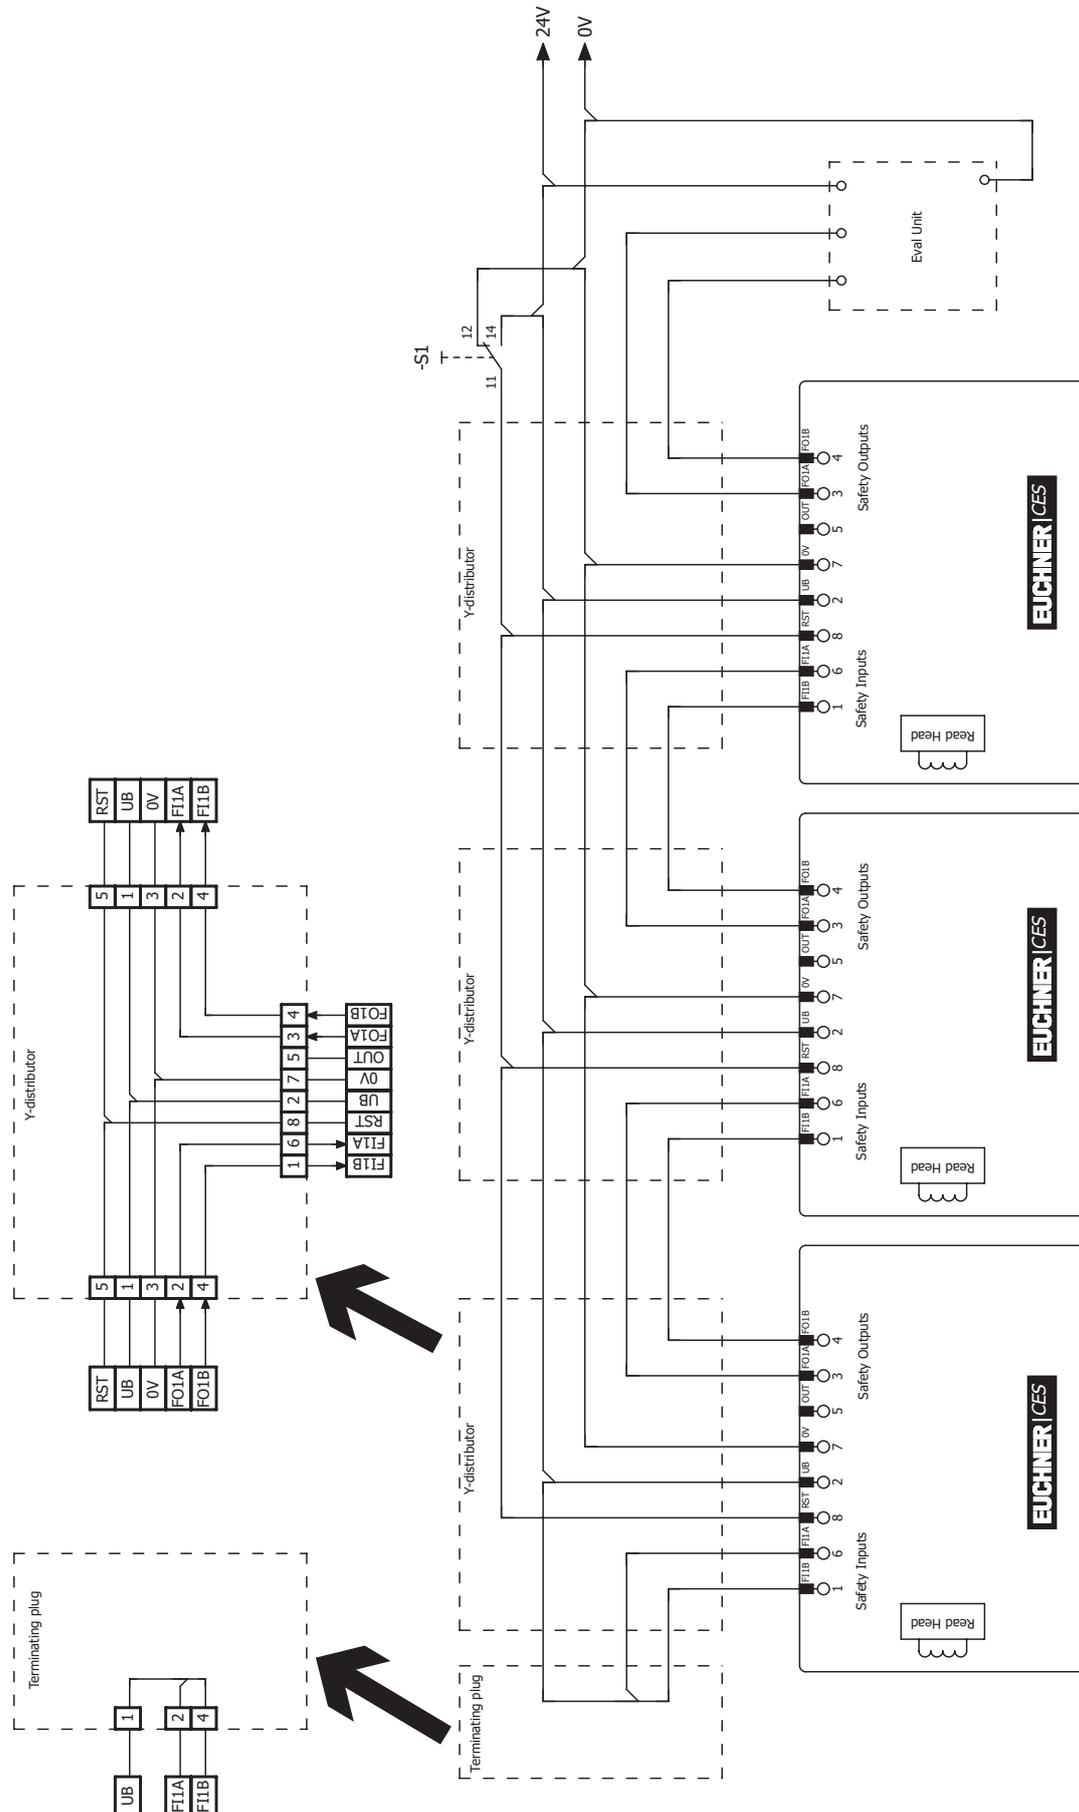

Figura 4: Ejemplo de conexión en serie con reinicio y conmutador
- › Debe utilizarse una señal común para todos los interruptores de la cadena. Puede tratarse de un conmutador, pero también se puede utilizar la salida de un sistema de control. No deben utilizarse pulsadores, ya que el reinicio siempre debe estar en GND durante el funcionamiento (véase el interruptor S1 en la *Figura 4 en la página 21*).
Para que esto sea posible, la entrada RST debe conectarse como se muestra en la *Figura 4 en la página 21*.